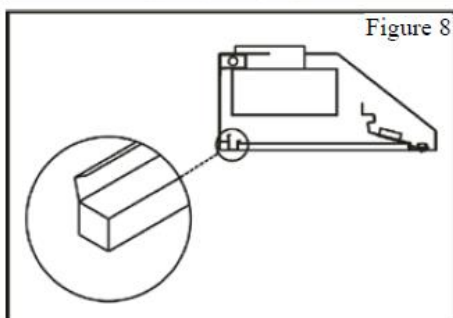

Figure 8
6. Laat het oliekanaal uitkomen in de uitsparing in de buurt van de achterkant van de kap. Raadpleeg Fig 8.